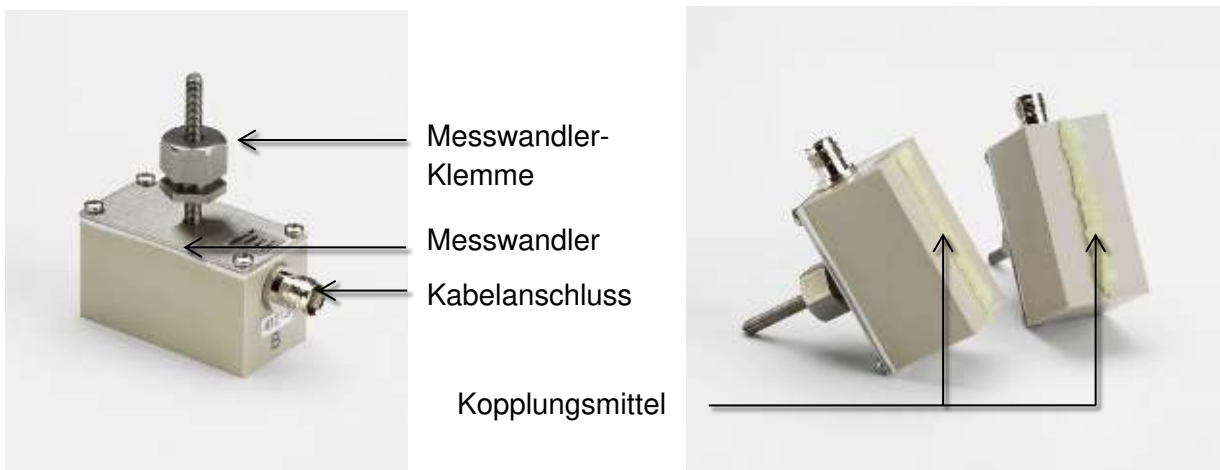

Abbildung 12 Bauteile des Messwandlers (links); Aufbringen des Kopplungsmittels (rechts)
1. Ziehen Sie jede Messwandler-Klemme im Uhrzeigersinn fest, bis sie nahe an der Oberseite des Messwandlers ist (Abbildung 12, links). Dies ist erforderlich, damit das akustische Kopplungsmittel das Rohr nicht berührt, wenn der Messwandler wie nachfolgend beschrieben zum ersten Mal in die Führungsschiene eingeführt wird.
2. Verwenden Sie den mitgelieferten Spritzenspender und tragen Sie eine 3 mm dicke Kugel des akustischen Kopplungsmittels auf die Unterseite beider Messwandler auf (Abbildung 12, rechts).